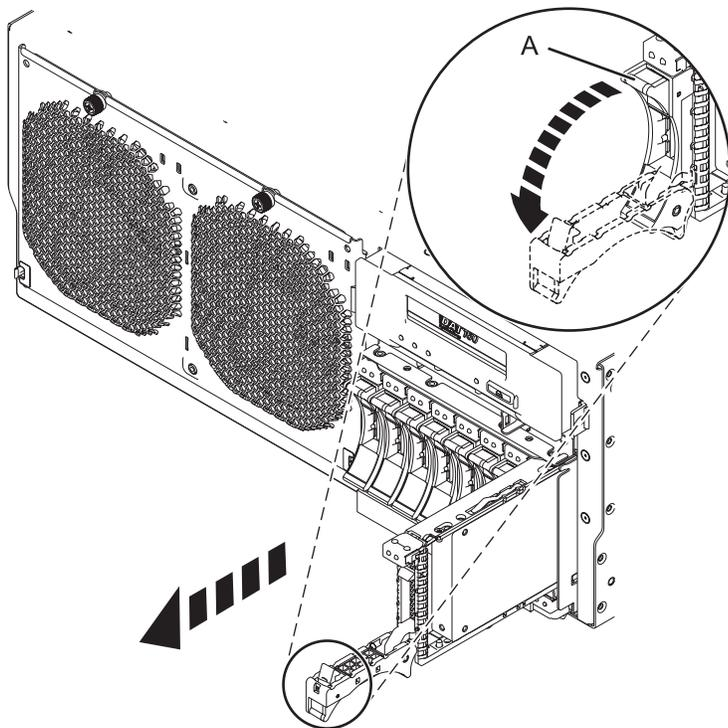

Figura 3. Remover a unidade de disco do painel posterior
- 1) Desbloqueie a aba da unidade de disco (A) e puxe-a para fora para desencaxar a unidade de disco.
- 2) Coloque uma mão sob a unidade de disco e, cuidadosamente, puxe-a para fora do sistema como mostra a Figura 3 na página 6.